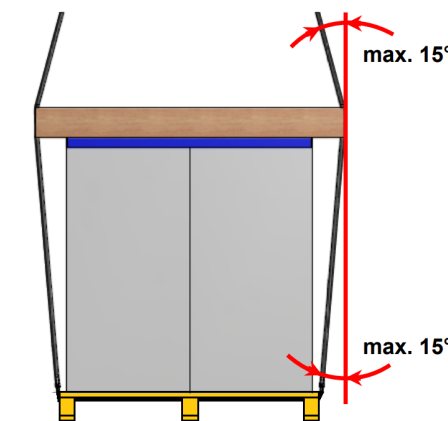

Рис.2. Переміщення вантажу за допомогою текстильних строп.
Під час розвантаження повинні бути прийняті підвищені заходи обережності, щоб уникнути раптових або різких маневрів. Не використовувати компоненти установки як опорні точки. Установка повинна бути піднята за допомогою вантажопідйомного пристрою з використанням мотузок, канатів, тросів або ременів, які повинні бути досить довгі, і розпірних брусів, щоб не пошкодити установку. Розпірні бруси повинні мати довжину, більшу ніж ширина агрегату. Прямий контакт такелажних ланцюгів або строп з обладнанням **ЗАБОРОНЕНИЙ** (рис.2).
- Кріплення строп крана повинні бути тільки до палети (рис.2).
- Не дозволяється перевищувати кут вантажопідйомного обладнання до вертикалі більше 15° (рис.2)